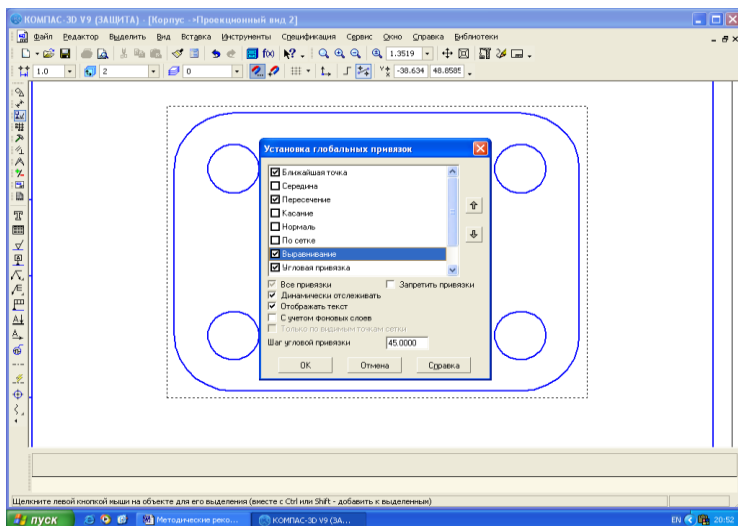

Рис.39 Установка привязки **Выравнивание**
- Нажмите кнопку **Установка глобальных привязок** на панели **Текущее состояние** и включите привязку **Выравнивание** (рис.39).